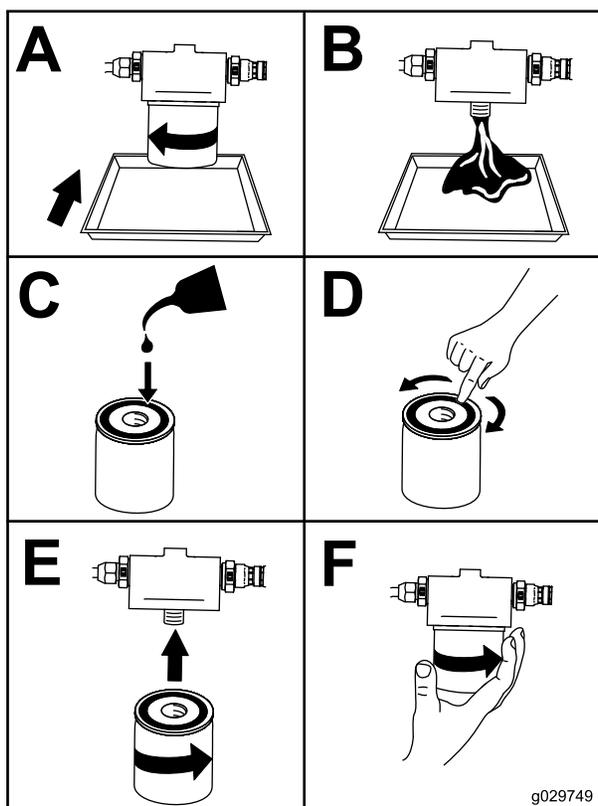

Рисунок 46
6. Замените масляный фильтр (Рисунок 46).